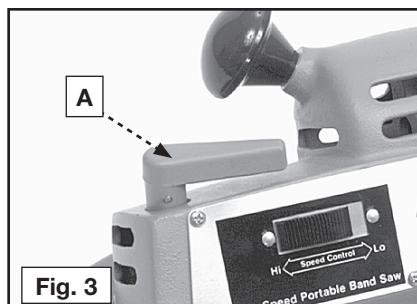

Fig. 3
POUR ENLEVER LA LAME : Tourner la poignée (A), Fig. 3, dans le sens des aiguilles d'une montre pour relâcher la tension de la lame de scie. Désengager la lame, d'abord des poulies puis ensuite du guide de lame.
Tourner la poignée (A) Fig. 3, dans le sens inverse des aiguilles d'une montre aussi loin que possible. Cela retend la lame de scie.